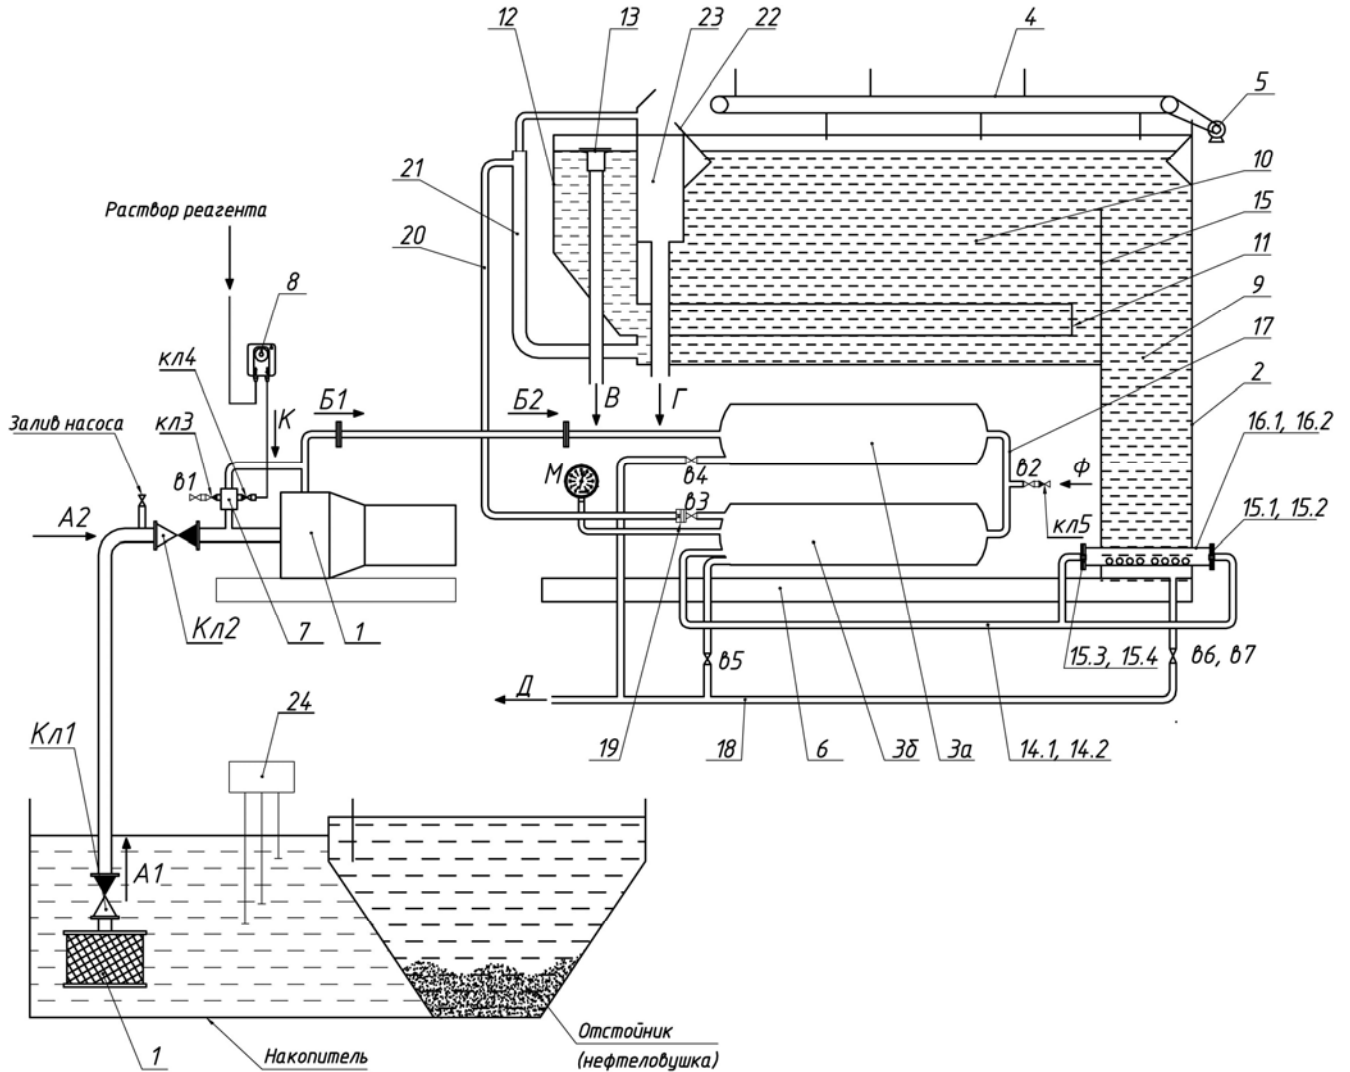

Рис.1. Технологическая схема установки «ФФУ-30»
Описание работы установки ФФУ-30 (рис. 1.).
Правильность установки можно проверить при заполнении емкостей водой. Выступающая часть шламового козырька **22** в кармане **23** (поз. по рис. 1) должна быть одинаковой по всей длине.
5.10. В случае использования реагентной обработки стоков произвести подключения насоса-дозатора (насосов-дозаторов) к патрубкам **К** и **Ф** в соответствии с технологической схемой и принятой технологией очистки (рис. 1). Решения по применению реагентной обработки принимаются по результатам технологических исследований.
6.3. Закрывать сливные краны **в4** – **в7** (рис.1). Полностью открыть кран **в3**.